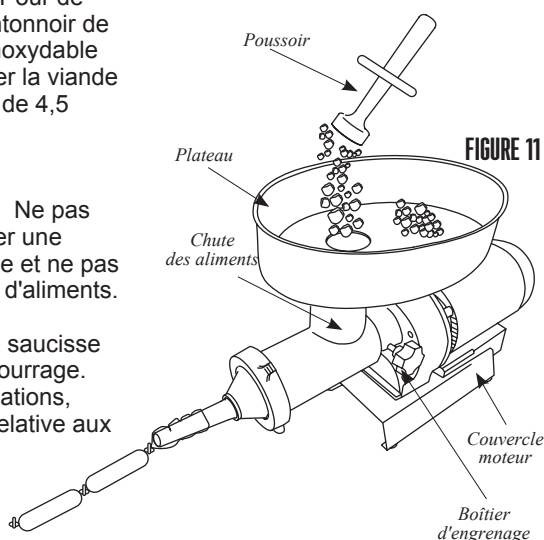

FIGURE 11
5. Déplacer entre 10 à 15 cm de l'enveloppe de l'extrémité de l'entonnoir de bourrage et faire un nœud à l'extrémité de l'enveloppe. Avec une enveloppe plus fibreuse à grand diamètre, tenir l'extrémité fermée de l'enveloppe bien serrée contre l'extrémité de l'entonnoir de bourrage (**FIGURE 11**).